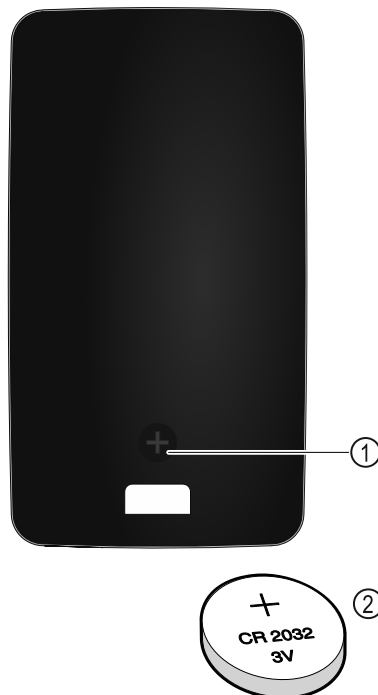

Fig. 255
Die Stromversorgung der Fernsteuerung erfolgt über eine Batterie des Typs CR 2032 mit 3V Fig. 255 (2), welche im Fachhandel erhältlich ist.
- ▶ Schraube Fig. 255 (1) auf Rückseite der Fernbedienung herausdrehen.